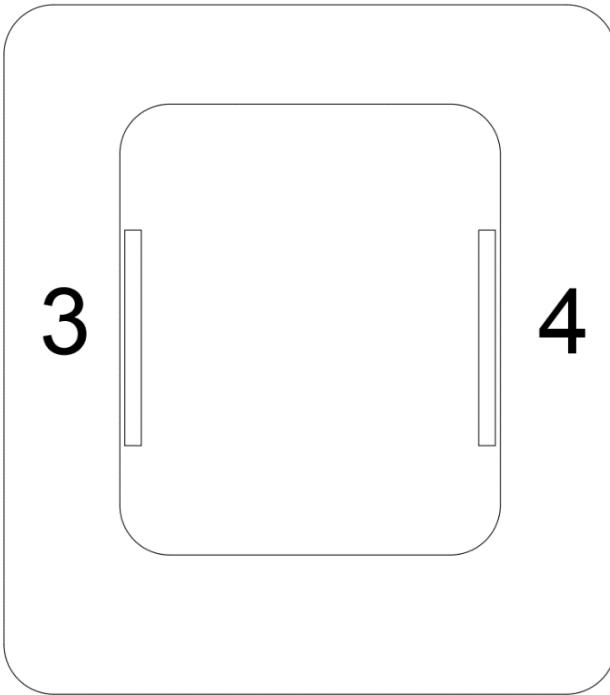

Рис. 5. Задняя панель НТИ-3600А
- Силовые выводы 3 и 4, для подключения АВ находятся с обратной нагрузочной блока НТИ-3600А (рис.5)